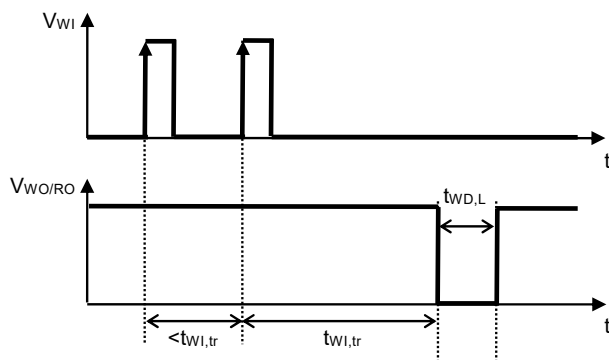

図8 ウォッチドッグトリガ時間
- \*1. ウォッチドッグタイマがタイムアウトまたはダブルパルスを検出した後、WO / RO端子が "L" を継続する時間 (図8参照)。この値は $C_{DLY}$ で変更可能です。
- \*2. ウォッチドッグタイマがトリガ信号の検出を開始してから、タイムアウトが検出されWO / RO端子出力が "L" に変化するまでの時間 (図8参照)。この値は $C_{DLY}$ で変更可能です。